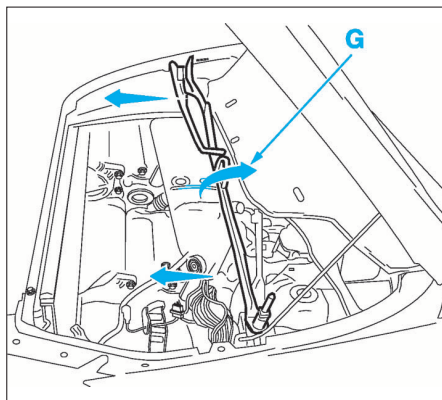

FIG. 19
• Pivoter le mécanisme suivant (G) pour le dégager vers l'avant (Fig.19).